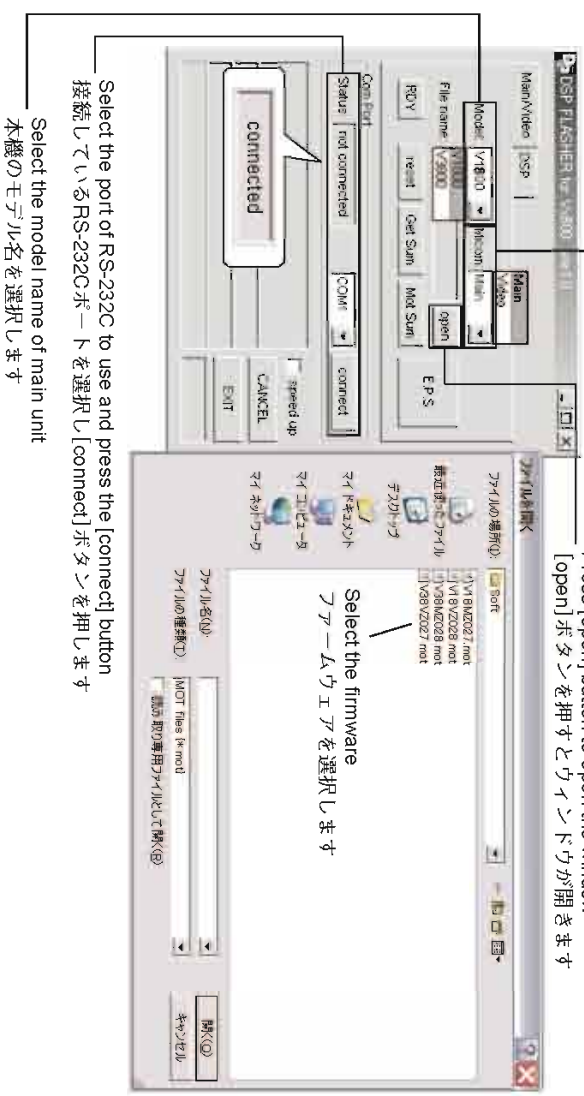

Fig. 6
3. Select the model name of the receiver, the Microm, Com Port and file. (Fig. 6)
3. レシーバのモデル名、マイコン、ポート、ファイルを選択します。(Fig. 6)